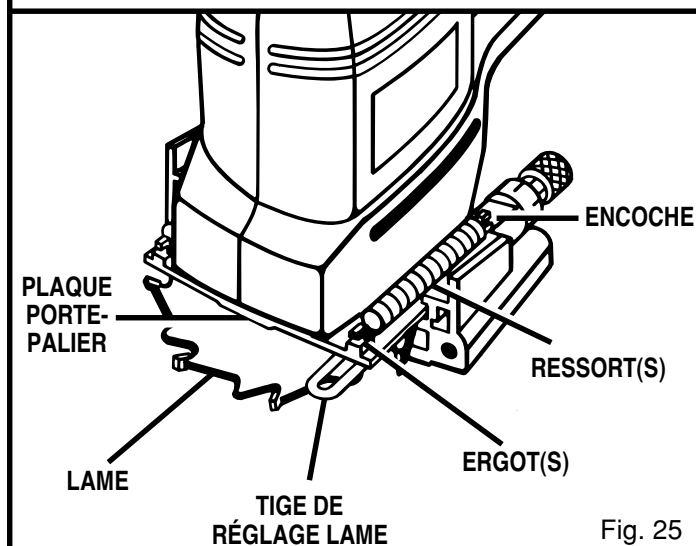

Fig. 25
6. À l'aide d'une pince à becs effilés, étirez les ressorts pour les séparer des ergots de la plaque porte-palier. Voir figure 25.
17. Réinstallez la section arrière de la base. Positionnez la tige de réglage à l'emplacement correct comme on le voit à la figure 25.